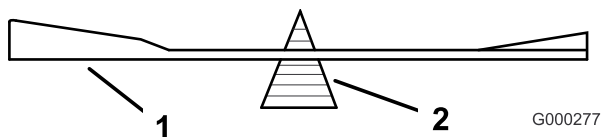

Figure 81
2. Vérifiez l'équilibre de la lame en la plaçant sur un équilibreur (Figure 81).